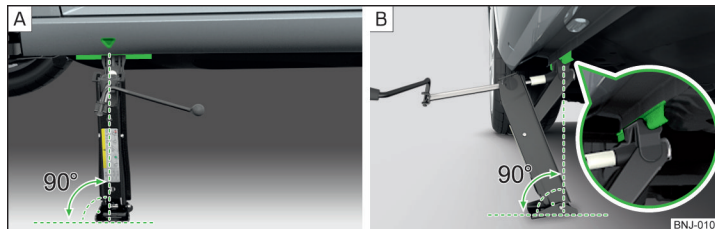

Abb. 185 Prinzipdarstellung: Wagenheber ansetzen
- Die Grundplatte des Wagenhebers mit ihrer gesamten Fläche auf einem geraden Untergrund abstützen und sicherstellen, dass sich der Heber in senkrechter Position zum Aufnahmepunkt befindet » Abb. 185 - A.
- Den Wagenheber unter dem Aufnahmepunkt mit der Kurbel so weit hoch drehen, bis seine Klaue den Steg umfasst » Abb. 185 - B.